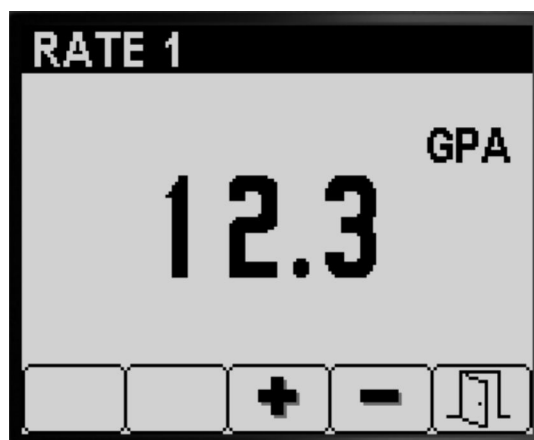

Bild 7
- Drücken Sie die Taste 3 oder 4, um die Sprühdosierung zu erhöhen oder zu verringern (Bild 7).